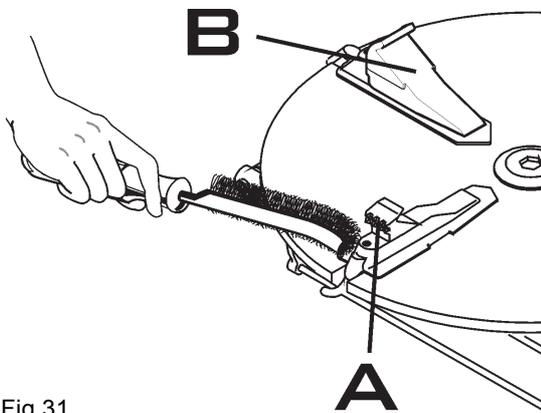

Fig.31
C. Weekly clean the teeth of the clamps (**A**) with a wire brush, check the rim plastic protector (**B**) and replace if worn (Fig.31).
C. Toutes les semaines: nettoyer avec une brosse en acier les dents des griffes (**A**) et contrôler les protections en plastique (**B**): si celles-ci sont détériorées les remplacer avec de nouvelles protections (Fig. 31).